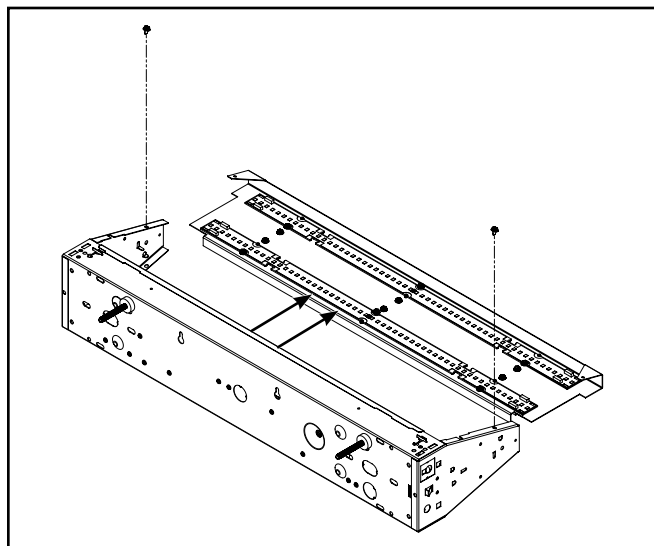

Figure 2. Retrait du réflecteur
1. Retirez les (2) vis (figure 2).